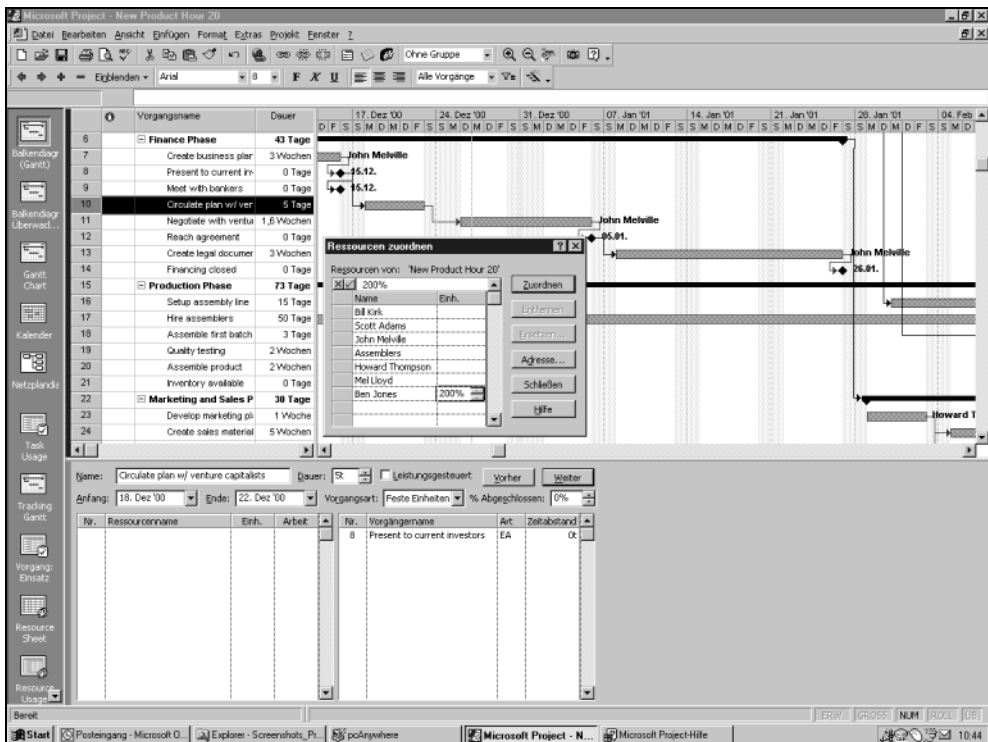

Abbildung 13.5:
1. Wählen Sie den Vorgang, der der Ressource zugeordnet werden soll. Mit oder  können Sie dieser Auswahl zusätzliche Vorgänge hinzufügen. In Abbildung 13.5 sehen Sie die Eingabe von Vorgangsdaten.